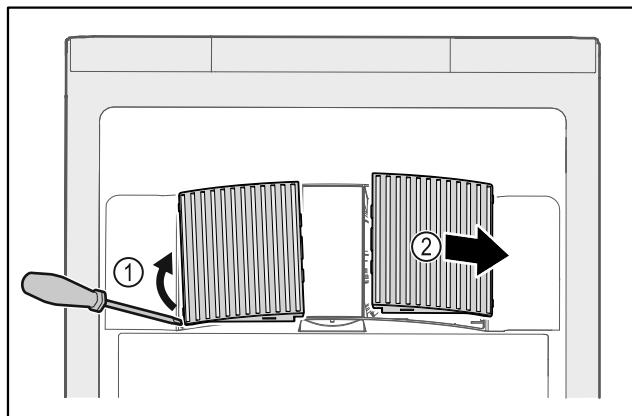

Fig. 144
► Кожух вентилятора обережно підважити зі сторони Fig. 144 (1) і витягнути рухом вперед Fig. 144 (2).